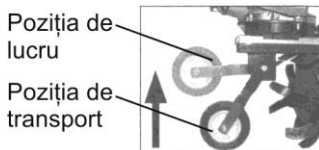

Fig. 4
-Ridicați roata de transport în poziția de lucru(Fig.4)
Pentru a deplasa utilajul, mutați roata de transport în jos(Fig.4).
Roata de transport (Fig.4) este folosită pentru a ușura transportul utilajului dintr-un loc în altul. Înaintea începerii lucrului, plasați roata pe cea mai înaltă poziție.